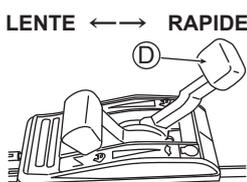

Fig. 18
5. Ajustez la vitesse de tonte avec le Levier de changement de vitesse (D). (Voir Fig. 18)